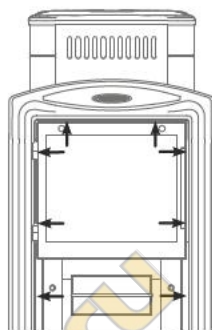

Рисунок 5. Место установки саморезов.
1. открутить саморезы 8 шт., которыми прикрепляется дверца с рамкой к топливному каналу и снять ее; (см. рисунок 5)